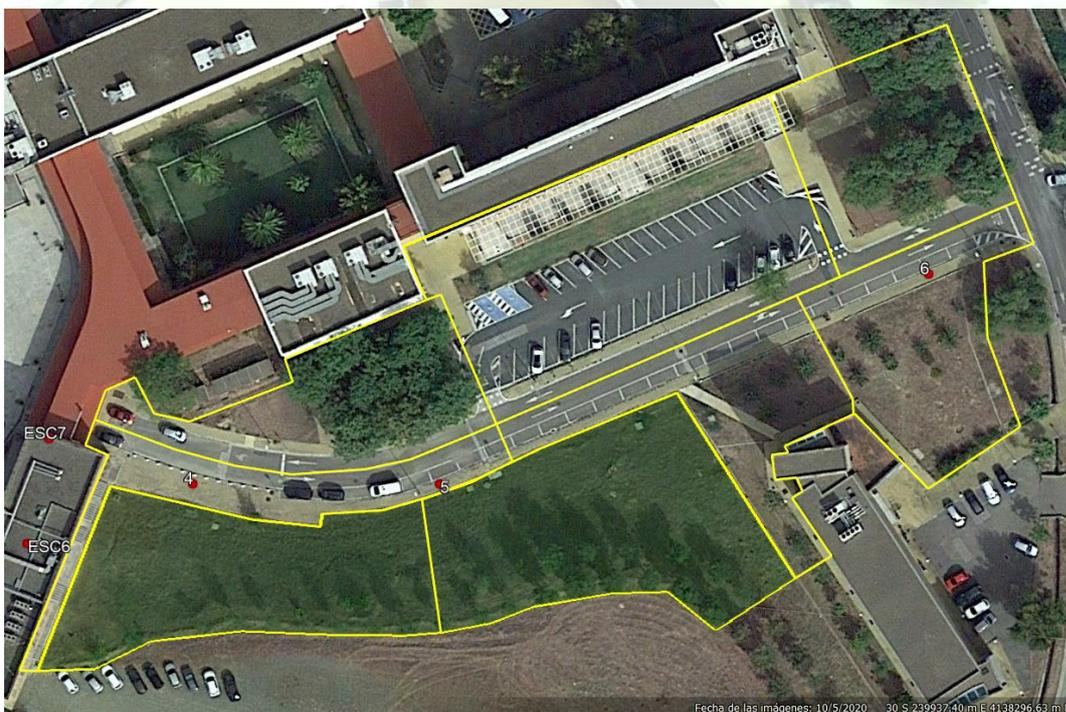

Imagen 1. Ortofoto de la zona de trabajo con repartido y bases ETSIA. Fuente: Google Earth & Dpto. Ingeniería Gráfica.
2. Repartir las zonas de trabajo (ver imagen 1) y acordar **códigos** a emplear respecto al encargo del cliente.